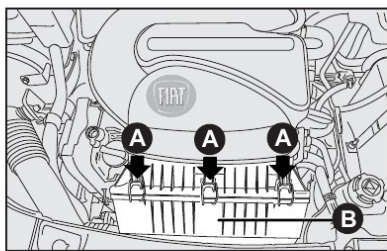

fig. 13
### SUBSTITUIÇÃO - fig. 13, 14, 15 e 16
- Soltar os grampos **A-fig. 13** e retirar a tampa **B-fig. 13** pelo lado esquerdo;